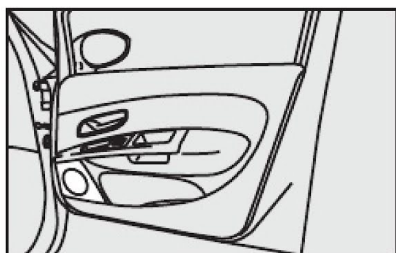

fig. 104
- alto-falantes nas portas dianteiras **fig. 104**,